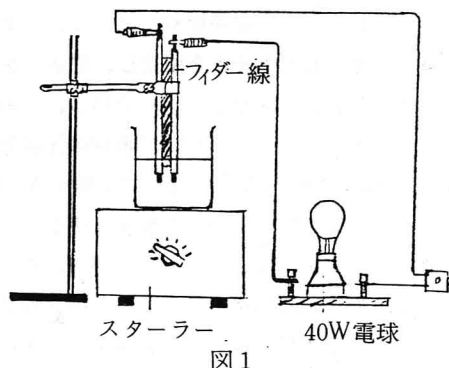

図1
(1) 水溶液の電気伝導性
- ① 図1のように装置を組み立てた後、ビーカーに純水を 100 ml 位入れて、電気伝導性を調べる。
- ② 次にスターラーでかくはんしながら、徐々に砂糖を加えていくとどうなるか、観察させる。
- ③ 食塩、塩化銅、アルコールについても②と同じように実験し、観察させる。